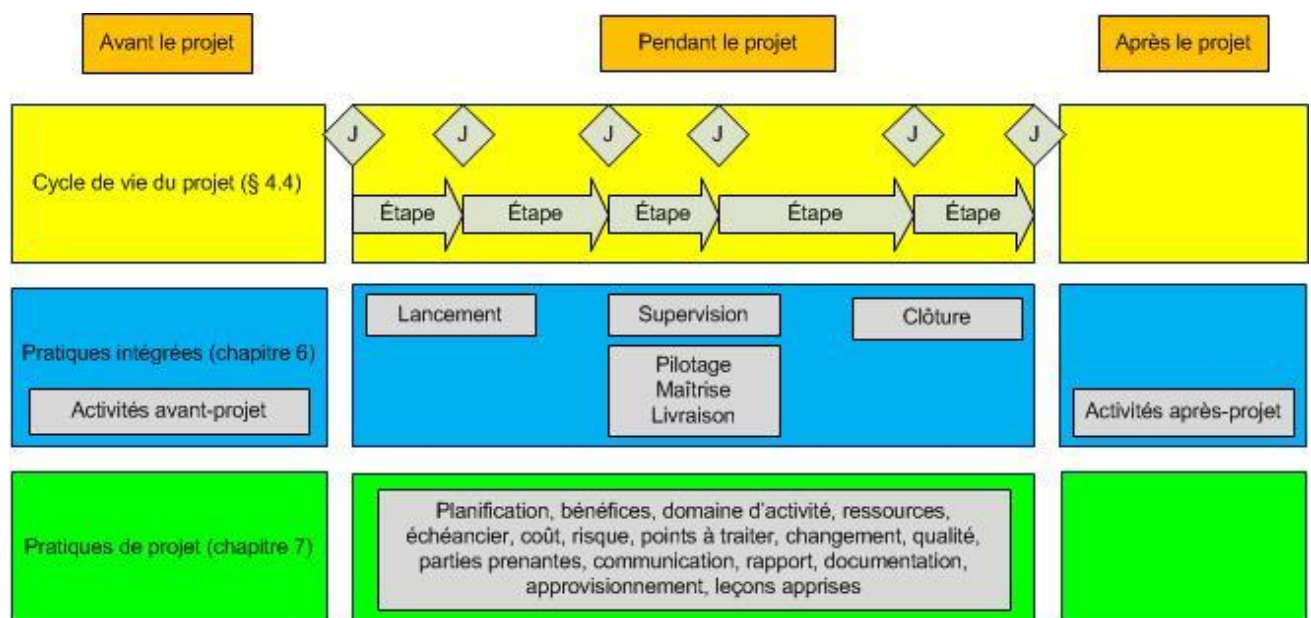

Figure 4-3. Le cycle de vie et les pratiques intégrées et de projet
Un exemple d'étapes et des jalons (J) du cycle de vie d'un projet est montré dans la figure 4-3 et les relations avec les pratiques intégrées et de projet.